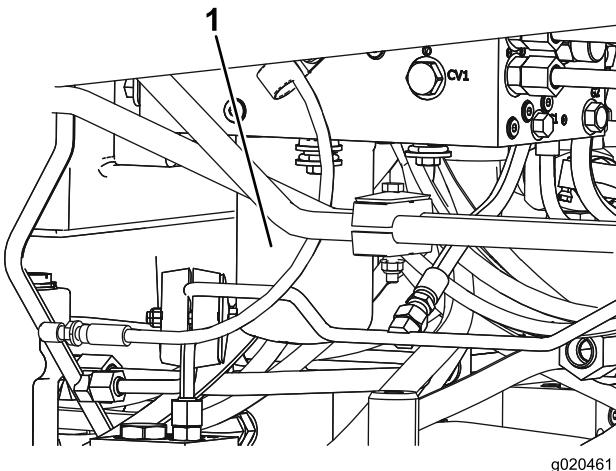

Bild 70
5. Wiederholen Sie die Schritte für den anderen Filter (Bild 70).